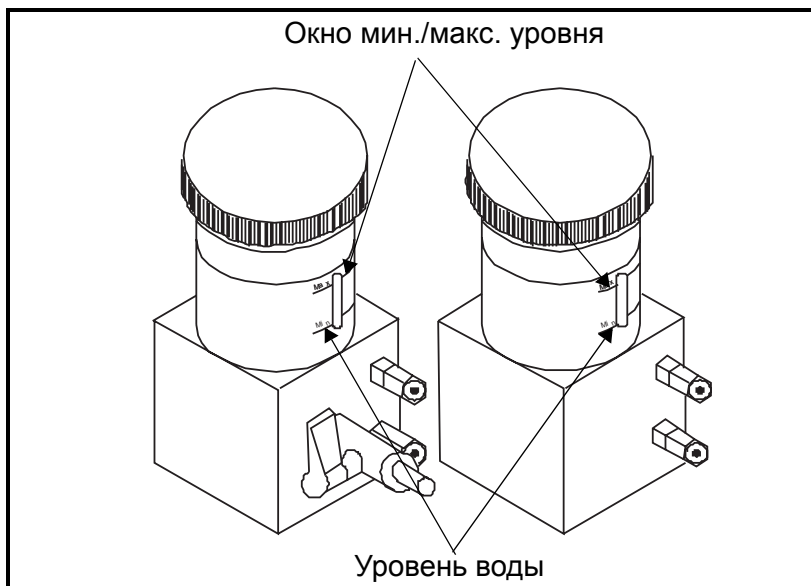

Рис. 1-2: Окно мин./макс. уровня и уровня воды
3. Используйте окно мин./макс. уровня (см. рис. 1-2 на следующей странице) на датчике кислорода для проверки уровня воды. Вода должна закрывать около 60% окна.